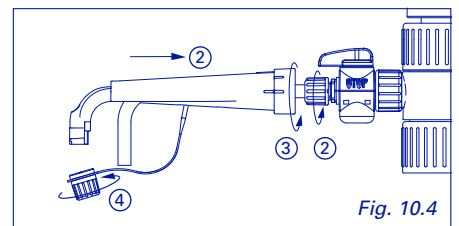

Fig. 10.4
- 3 Attach delivery jet to stopcock (Fig. 10.4)
- 3 Ausstosskanüle einfügen (Abb.10.4)
- 3 Insérer le bec verseur (Fig.10.4)